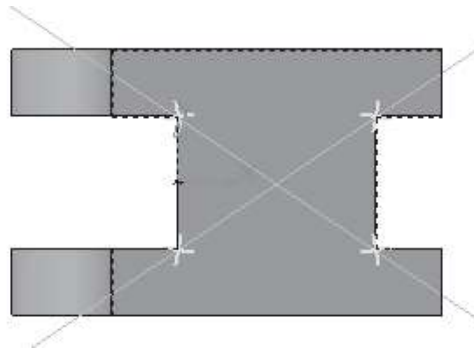

Рис. 14.8
- С помощью  – **Вспомогательная прямая** найдите местоположение центра отверстия (рис. 14.8).